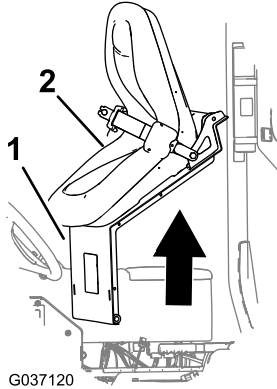

Bild 6
- Heben Sie den Sitz und die Sitzplatte von der Maschine ab (Bild 6).